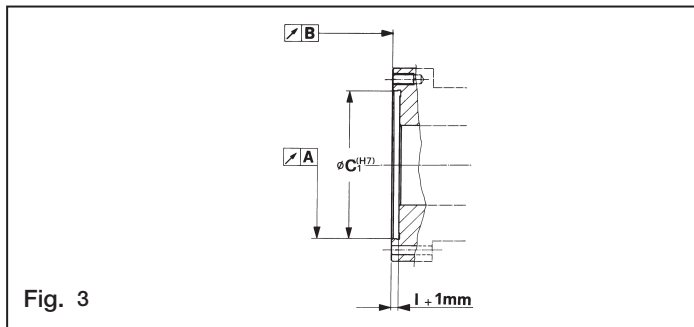

Fig. 3
- 3.3 **☞** El colector de alimentación y de drenaje (parte no rotante del cilindro) va montado en posición por medio de una horquilla anclada a la máquina (fig. 3). Dicha horquilla debe tener un ojal de guía que se sitúa preferentemente sobre el racor de drenaje o sobre un perno recubierto de goma y fijado en la parte superior del colector; la horquilla no debe ejercitar empujes axiales y debe tener 2-3 mm de juego radial; la misma mantiene los racores de drenaje de aceite y del refrigerante verticales en modo de facilitar el reflujo por gravedad. A